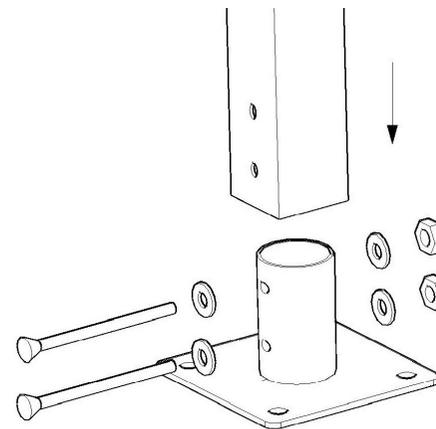

Рис. 7 — Сборка опорной стойки автонавеса
2. Собираем опорную стойку автонавеса, для этого берем пилу автонавеса и крепим ее к стойке при помощи болтов М10х100, гаек М10 и шайб 10 (рис.7)